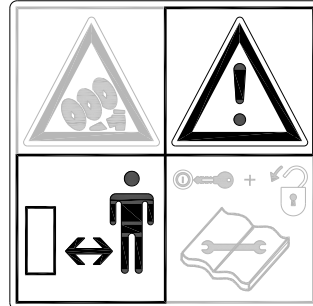

Fig. 5
**Hold mindst 4 meters afstand!** (Fig. 5)